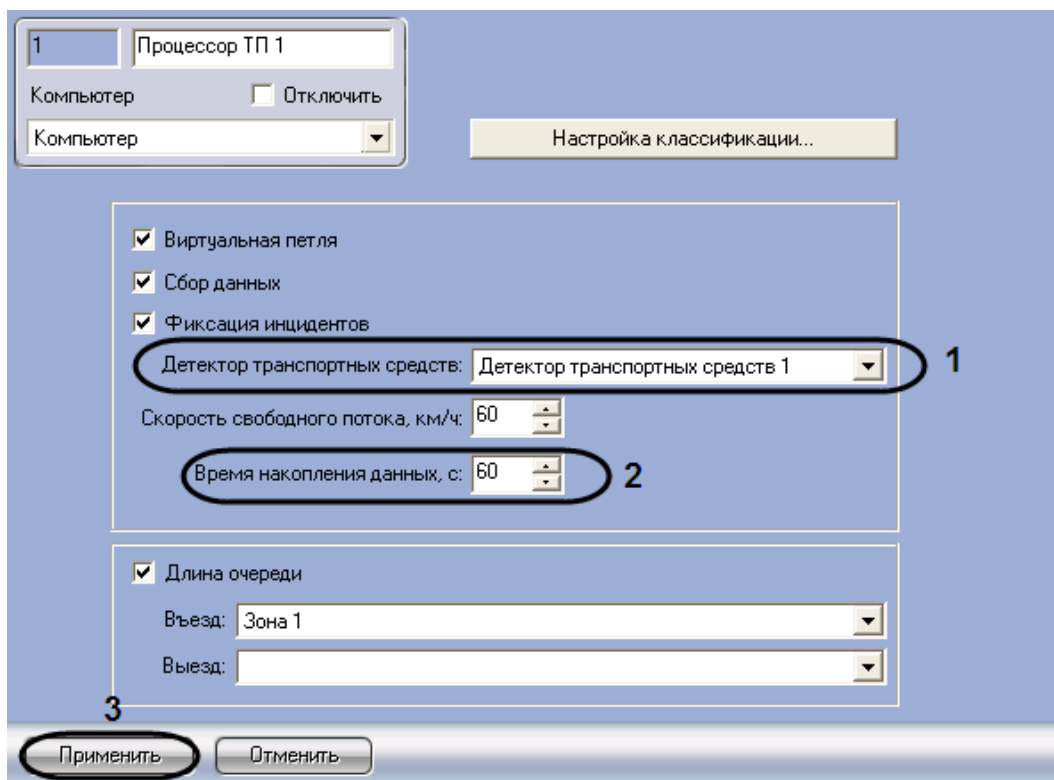

Рис. 7.6—9. Настройка взаимодействия модулей «Процессор транспортного потока» и «Детектор транспортных средств»
1. Перейти на панель настройки объекта «Процессор ТП» (см. Рис. 7.6—9)
2. Из раскрывающегося списка «Детектор транспортных средств» выбрать название одноименного объекта, соответствующего требуемому программному модулю (см. Рис. 7.6—9, 1)
3. В поле со списком «Время накопления данных, с» ввести временной период в секундах, в течение которого модуль «Процессор транспортного потока» принимает сообщения от модуля «Детектор транспортных средств» и производит усреднение характеристик транспортного потока (см. Рис. 7.6—9, 2). По истечении данного периода данные сохраняются в базу данных модуля «Процессор транспортного потока»